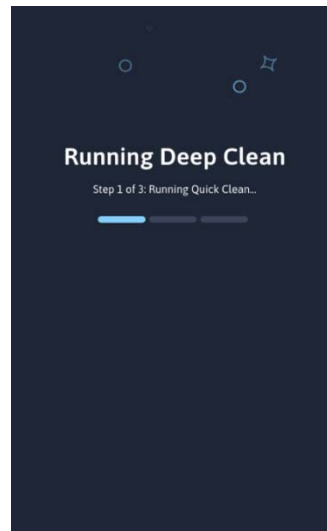

Figura 36
3. L'analizzatore eseguirà automaticamente 2 cicli di lavaggio, la Pulizia profonda (3 minuti) e infine 2 cicli di lavaggio aggiuntivi (Figura 36). Durante la Pulizia profonda di 3 minuti, il dispositivo apparirà inattivo mentre il sistema dei fluidi viene riempito con la soluzione detergente deepCLEAN/ipoclorito di sodio.